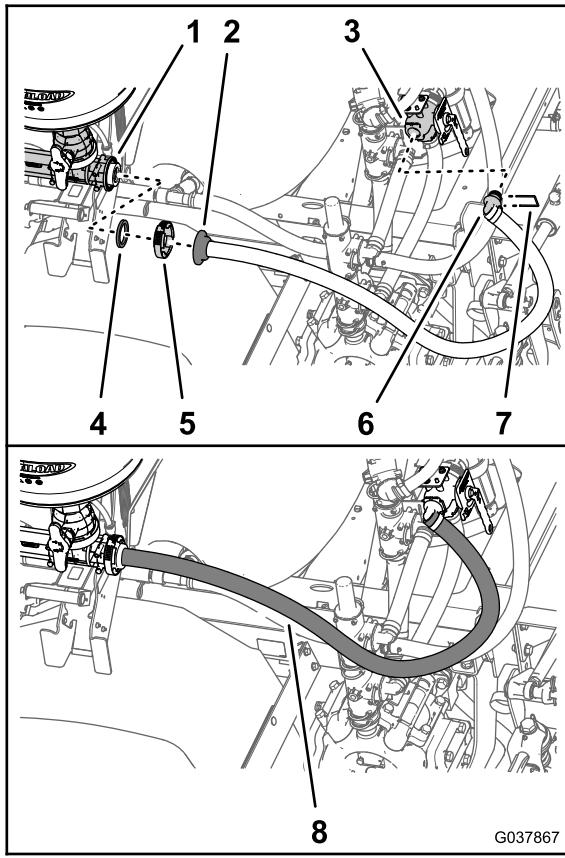

Figura 72
1. Montate il raccordo a 90° del flessibile di alimentazione del nebulizzatore - 2,5 x 156,5 cm (1 x 61-5/8 poll.) nel foro di sinistra della valvola di intercettazione del nebulizzatore (Figura 72).
2. Fissate il raccordo a 90° del flessibile di alimentazione del nebulizzatore con il fermo fornito in dotazione con la valvola di intercettazione (Figura 72).
3. Allineate la flangia del raccordo diritto dentellato del flessibile di alimentazione del nebulizzatore e la guarnizione che avete rimosso al passaggio Rimozione del flessibile di alimentazione del nebulizzatore dal nebulizzatore \(pagina 20\) con la flangia dell'ingresso del nebulizzatore (Figura 72).
4. Fissate il raccordo diritto dentellato e la guarnizione al nebulizzatore (Figura 72) con il morsetto flangiato che avete conservato al passaggio Rimozione del flessibile